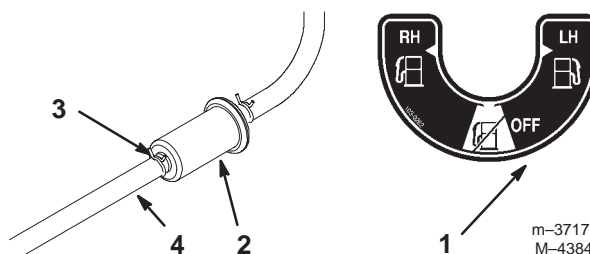

Figure 37
5. Posez un filtre neuf et rapprochez les colliers de fixation du filtre (Fig. 37).
2. Fermez le robinet d'arrivée de carburant (Fig. 37).
3. Desserrez le collier de serrage au niveau du filtre à carburant et repoussez-le le long de la conduite d'alimentation pour l'éloigner du filtre (Fig. 37).
4. Débranchez la conduite d'alimentation du filtre (Fig. 37). Ouvrez le robinet d'arrivée de carburant et laissez l'essence s'écouler dans un bidon ou un bac de vidange.
5. Raccordez la conduite d'alimentation au filtre. Rapprochez le collier de serrage du filtre pour fixer la conduite d'alimentation (Fig. 37).